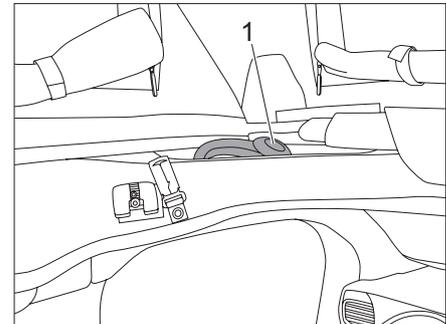

Bild 33 Schwanenhalsleuchte (Sonderausstattung) verstauen
- ▶ Schwanhalsleuchte (Sonderausstattung) (Bild 33,1) so knicken, dass sie in der Mulde über dem Fahrersitz Platz findet. Die Schwanhalsleuchte darf nicht über die Mulde ragen bzw. auf der GFK-Fläche liegen.